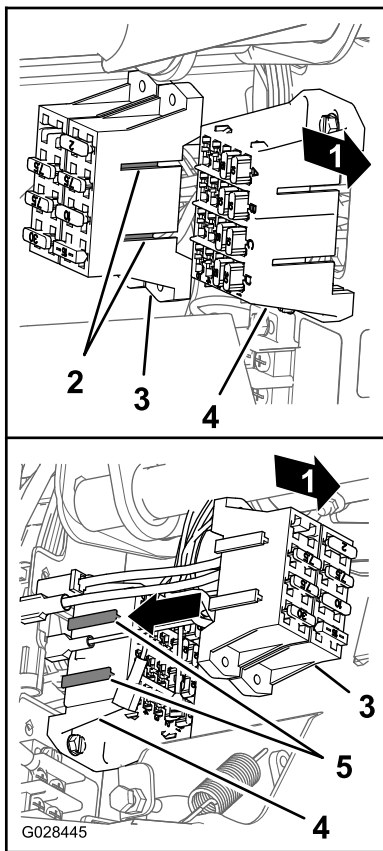

Bild 26
4. Fluchten Sie die T-Anschlussstücke am Sicherungskasten für das Sprühfahrzeug mit den T-Schlitten des Sicherungskastens für die Maschine aus und schieben Sie den Sicherungskasten des Sprühfahrzeugs in die Schlitten, bis der Sicherungskasten einrastet (Bild 26).